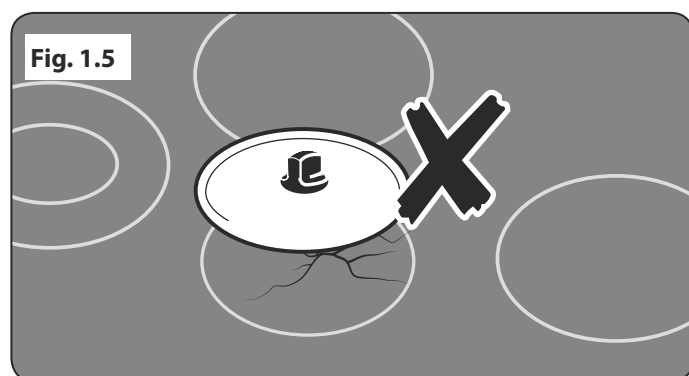

Fig. 1.5
- Lägg **INGA VARMA LOCK** på glashällen (**Fig. 1.5**). Lock som har legat över en varm kastrull kan "fastna" eller skapa en vakuumeffekt på glashällen. Om detta